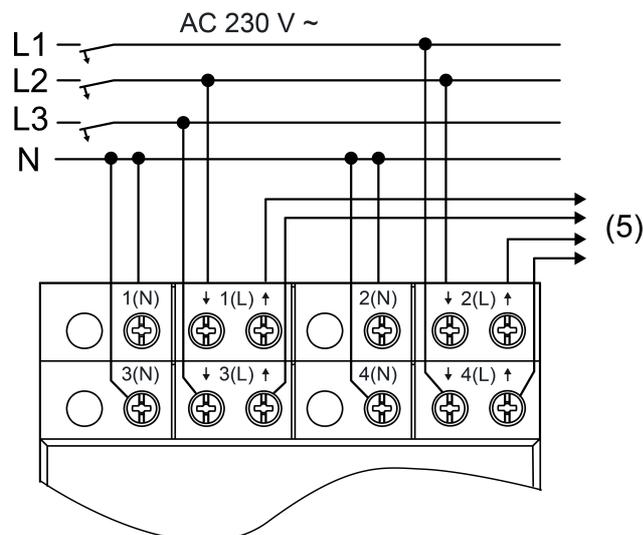

Figura 3: Esempio di collegamento del sensore energetico
(5) Ai consumatori da monitorare
- Collegare i circuiti di corrente da monitorare secondo lo schema esemplificativo del sensore energetico (figura 3). Collegare il sensore energetico dietro agli interruttori di protezione linea.